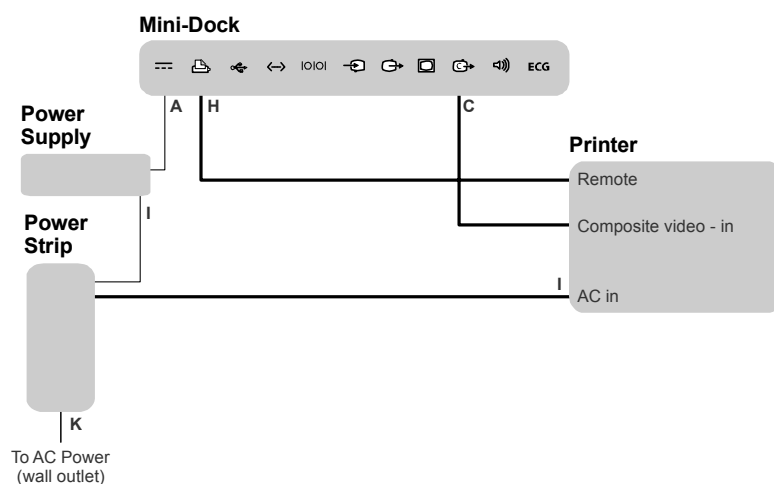

Figure 3 Connexion de l'échographe et d'une imprimante sur la station MDSm
Connexion des câbles	<ol style="list-style-type: none"> 1 Bloquer les roues et retirer le panneau arrière. En cas d'installation d'une imprimante noir et blanc ou couleur plus ancienne, il peut s'avérer nécessaire de faire passer les vis rembourrées dans les trous arrière. 2 S'assurer que le cordon d'alimentation c.c. au cheminement prédéterminé (A) est connecté au mini-dock et que le cordon d'alimentation c.a. pré-installé (I) est branché sur la barrette de connexion. 3 Connecter les câbles. Voir Figure 3, page 11 et « Symboles des câbles, des connecteurs et du mini-dock », page 16. <ul style="list-style-type: none"> • Câble de commande d'impression au cheminement prédéterminé (H) • Cordon d'alimentation secteur de l'imprimante (I) • Câble vidéo composite au cheminement prédéterminé (C) 4 Brancher le cordon d'alimentation du système (K) sur une prise de courant conforme aux normes hospitalières. 5 Replacer le panneau arrière (ventilations en haut) en l'enclenchant par le haut.